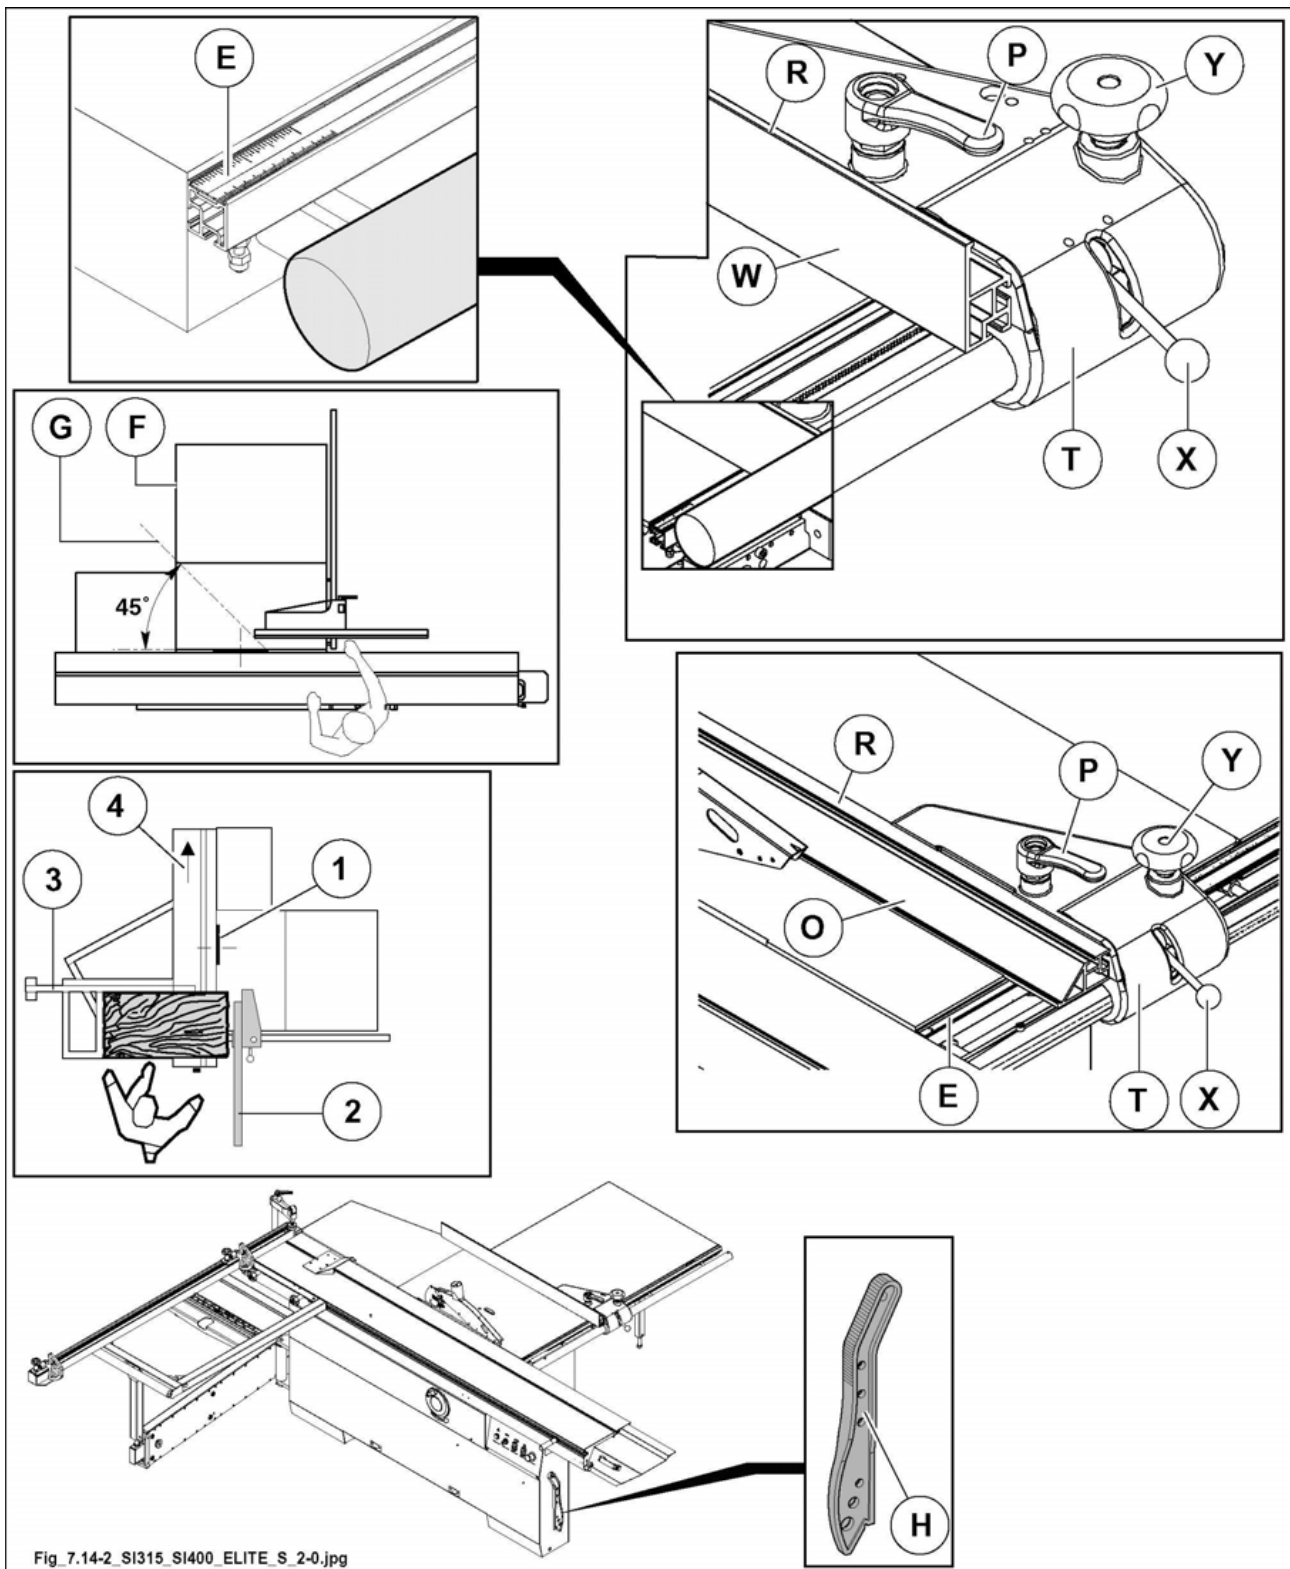

Abb. 7.14-2
Zur Verstellung des Anschlaglineales (R Abb.7.14-2) in Längsrichtung Griffe (P Abb.7.14-2) lösen; nach Verstellung Griffe festklemmen.
Das vordere Ende der Zeile darf nie am Ende des Tisches auf der Seite (F Abb. 7.14.2) herausragen, aber muss eine imaginäre Linie (G Abb. 7.14.2) erreichen, die am ersten Zahn an der Klinge beginnt und um 45° nach vorne geschoben wird. Dies soll verhindern, dass die Sägezähne beim Heben das Werkstück ergreifen und es gegen den Bediener schleudern.
2 Positionen des Lineals (R Abb.7.14-2) sind möglich nach Lösen des Hebel (P Abb.7.14-2).
- 1) Vertikalstellung mit der dem Holzstück zugewandeten Seite (W Abb. 7.14.2)
- 2) Horizontalstellung (O Abb. 7.14.2) für Schnitte von dünnen Teilen und für Schrägschnitte.
solche Position ermöglicht den Vorschub des Holzstückes durch den mitgelieferten Schiebestock (H Abb.7.14.2)
- 3) Nach jeder Verstellung Hebel (P (Abb. 7.14-2) festklemmen.
- Hebel (X Abb. 7.14-2) lockern;
- das Führungsaggregat (T Abb. 7.14-2) mit der Hand verschieben, wobei man sich auf das Meterlineal (E Abb. 7.14-2).
- durch Drücken und Drehen des Knaufes (Y Abb. 7.14-2) vornehmen.
- Den Hebel (X Abb. 7.14-2) nach erfolgter Einstellung wieder festspannen.
Gebrauch der Längsführung (2 Abb. 7.14.2), um einen Gegenschlag während des Querschnitts zu vermeiden.
Während des Schnitts durch die Querführung (3 Abb. 7.14.2) muss das vordere Ende der Längsführung(2 Abb. 7.14.2) vor dem vorderen Ende der Klinge (1 Abb. 7.14.2) positioniert sein, bzw. es darf nicht mit dem Werkstück in Berührung kommen.